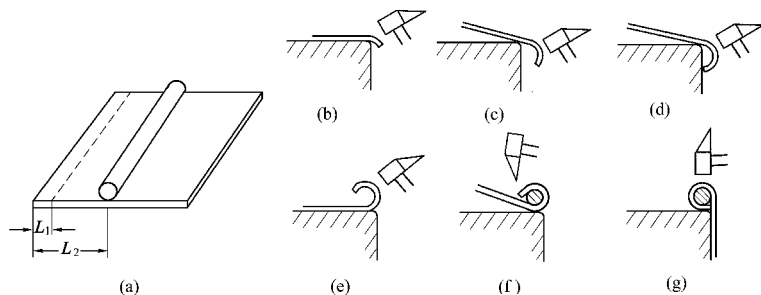

图 8 - 44 卷边操作工艺过程
(3) 卷边操作过程
① 在板料上划出两条卷边线(操作熟练者可不划线),如图 8 - 44 所示。图中 d 为铁丝直径。